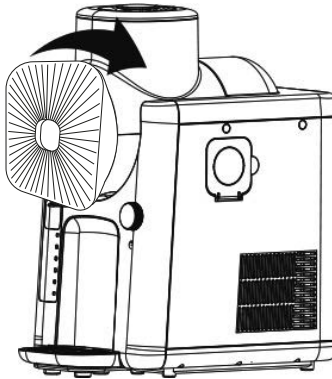

Abb. 3
9. Setzen Sie den Mischbehälter auf den Mischer und verriegeln Sie ihn, indem Sie ihn im Uhrzeigersinn festdrehen (Abb. 3).